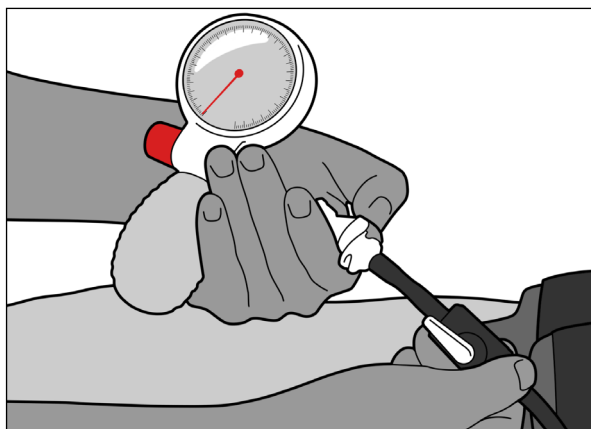

Fig. 22
1. Deconectați accesoriul cu deconectare rapidă. Deschideți supapa de închidere și eliberați aerul din pungă (Fig. 22 și 23).